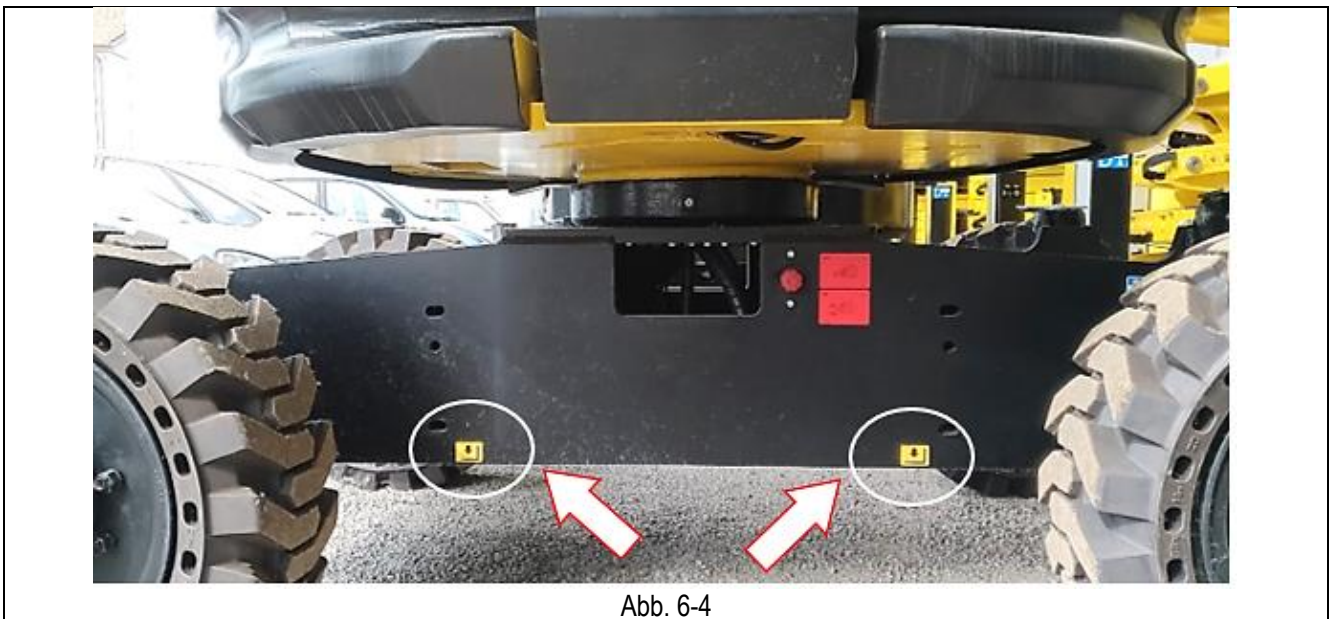

Abb. 6-4
- Die Maschine **mittels Hubwagen** angemessener Tragfähigkeit (siehe Maschinengewicht in den “Technischen Merkmalen” zu Beginn dieses Handbuchs) anheben, dessen Gabeln mindestens so lang wie die Maschinenbreite sein müssen. Die Gabeln dort an der Maschine einführen, wo die bezüglichen Aufkleber angebracht sind (siehe Abb. 6-4). **Sollten diese nicht vorhanden sein, ist es STRIKT VERBOTEN, die Maschine mit einem Hubwagen anzuheben.** Die Anhebung der Maschine mittels Hubwagen ist ein gefährlicher Vorgang und darf nur von Fachpersonal durchgeführt werden.